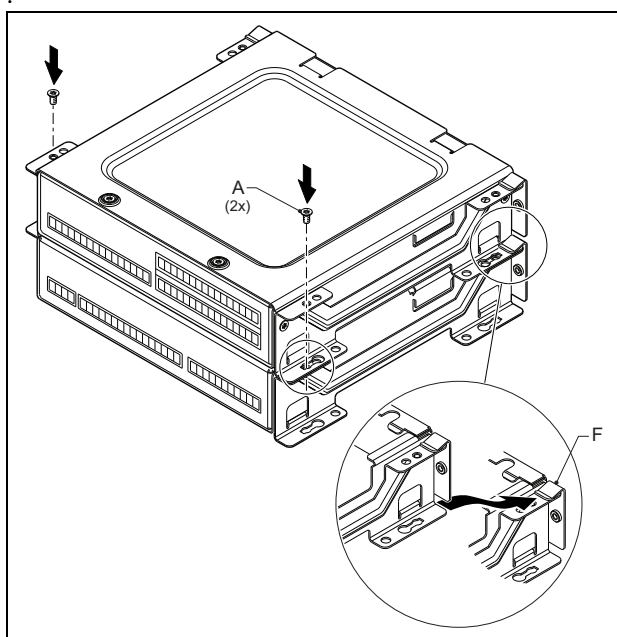

figura 20.11: Apilamiento del módulo
- 7 Ponga el módulo superior encima del módulo inferior (véase figura 20.11).
- Deslice el módulo superior en la abrazadera elástica (F).
- 8 Coloque y apriete los tornillos (A)